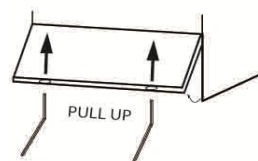

Fig.7
- 1- Tirer le panneau frontal avec un outil vers l'extérieur, après l'avoir introduit dans les trous au dessous. Pour les modèles à capot dévisser les vis positionnées dans la partie inférieure du panneau. (Fig.7)